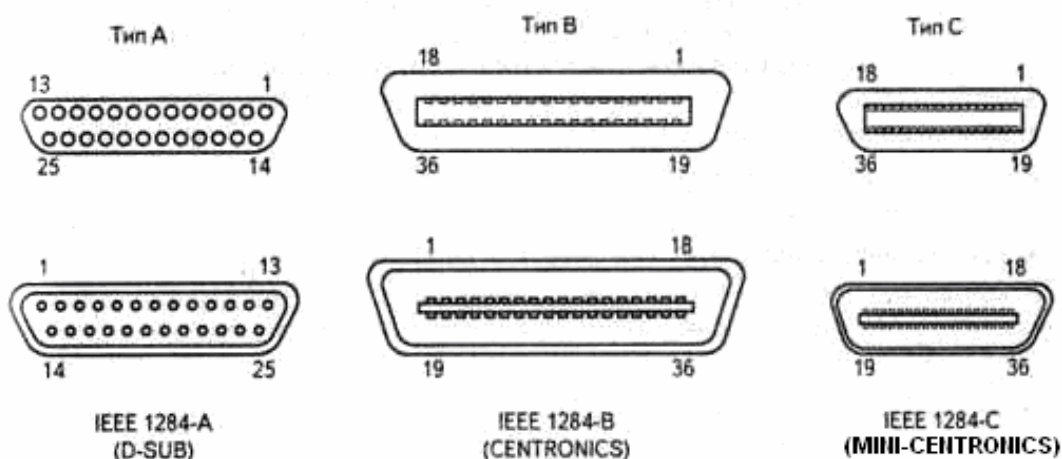

Рисунок 25 - Разъёмы IEEE 1284
5) параллельные порты IEEE1284 – объединяет спецификации портов SPP, EPP и ECP, определяет электрическое и физическое устройство кабелей и разъемов параллельного интерфейса, параметры сигналов и протоколы взаимодействия. Стандартный параллельный кабель подключается к ПК через разъем DB25M (тип А), а к принтеру – через 36- контактную вилку с зажимами (обычно ее называют Centronics C36M – тип В). Стандарт определяет и новый тип разъема – 36-контактный mini-Centronics (тип С). Выпускаемые в настоящее время кабели для принтеров снабжаются всеми типами разъемов во всевозможных комбинациях (рисунок 25).